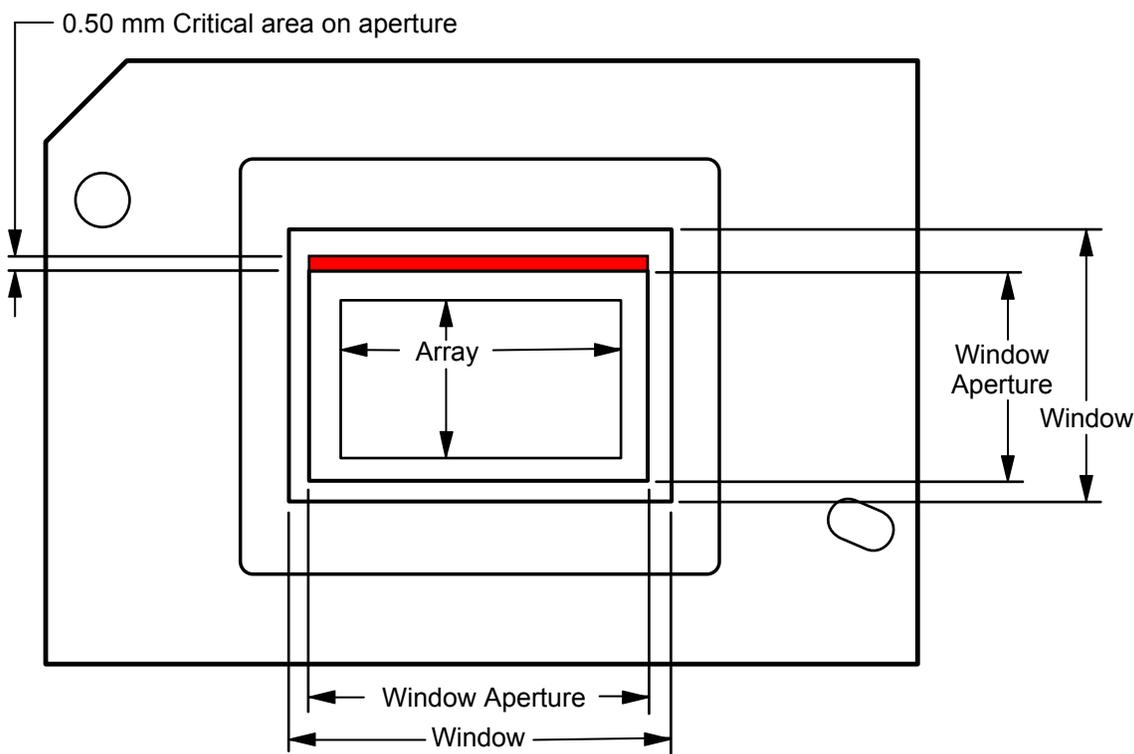

図 5-2. イルミネーション オーバーフィル ダイアグラム - クリティカル エリア
- (18) 図 5-2 で定義されている領域に適用されます。
- (19) 計算には、セクション 6.8 ウィンドウ アパーチャイル ミネーション オーバーフィル計算を参照してください。
- (20) 計算には、セクション 6.7 マイクロミラーの電力密度の計算を参照してください。